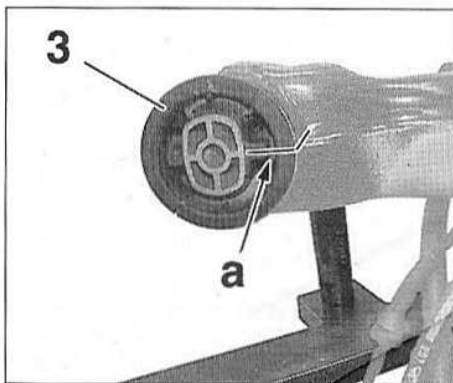

FIG.54
• Tracer un trait en (a) pour repérer la position du palier élastique (3) (Fig.54).